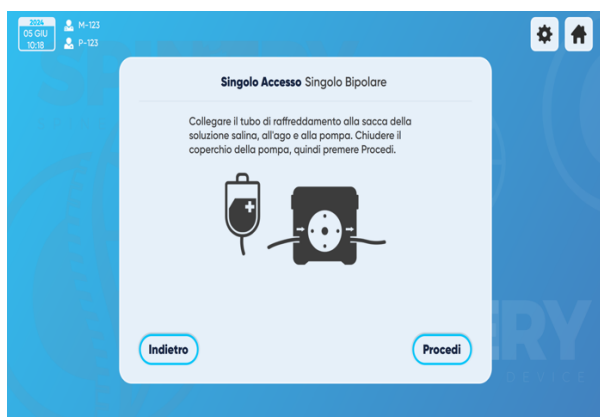

Figura 29 - Schermata di connessione del raffreddamento ad accesso singolo
4. Le istruzioni illustrate (Figura 29 / 30) chiedono di collegare la punta di collegamento del raffreddamento alla sacca salina da un'estremità alla sonda dall'altra estremità e di posizionare il tubo di propulsione nella pompa peristaltica.